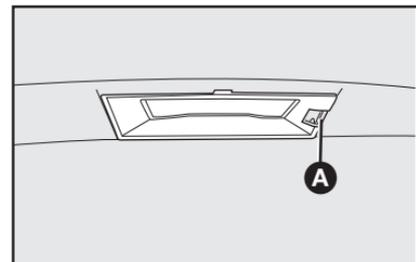

fig. 62
1) quitar la lente **A-fig. 62**, utilizando un destornillador en el punto indicado;